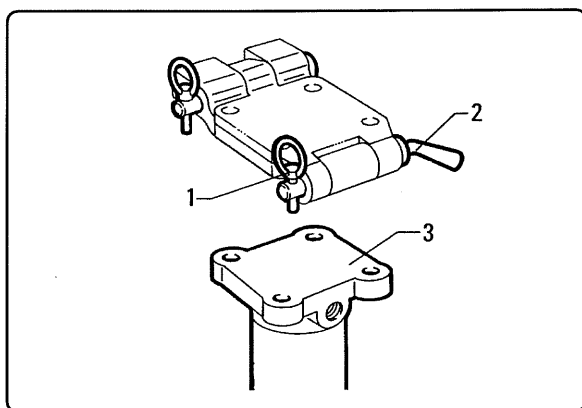

fig. 6.25.1
- Sfilare i bracci stabilizzatori, togliere la copiglia "1" (fig. 6.25.1) e sfilare il perno di bloccaggio "2".
- After extending the outrigger booms, the split pin "1" (fig. 6.25.1) and the fixing pin "2" should be removed.